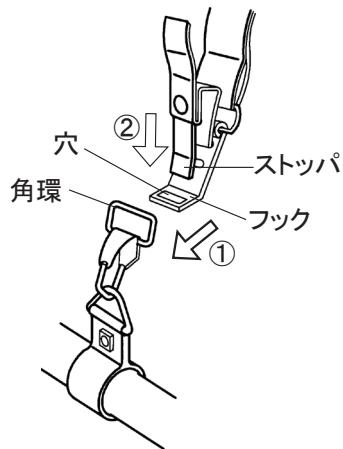

図.4
- ① 図.4のように角環にフックを通して下さい。
- ② スtopパをフックの穴に挿入して下さい。